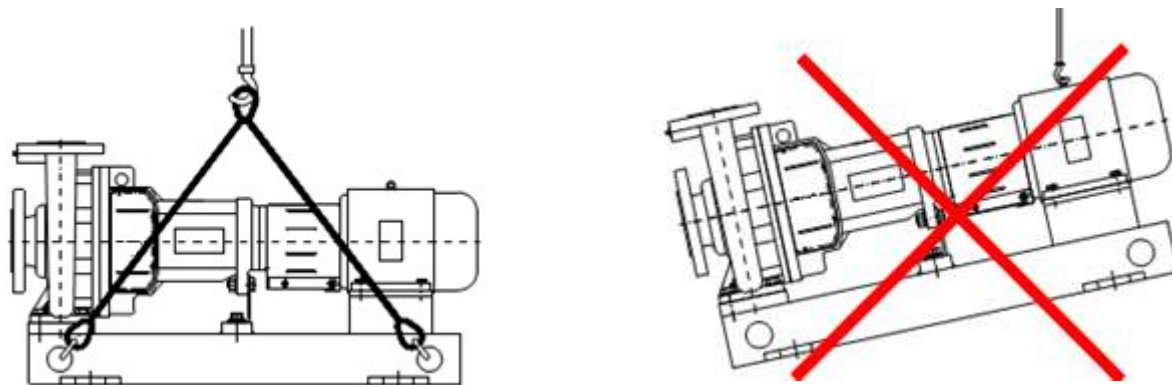

Рисунок 1 Схема строповки агрегата электронасосного серии HSC
При подъеме агрегата электронасосного серии HSC строповку производить по схеме, приведенной на рис. 1.
ЗАПРЕЩАЕТСЯ ПОДНИМАТЬ АГРЕГАТ ЭЛЕКТРОНАСОСНЫЙ СЕРИИ HSC ЗА МЕСТА, НЕ ПРЕДУСМОТРЕННЫЕ СХЕМОЙ СТРОПОВКИ (см. рис. 1)!!!
- установить агрегат насосный на заранее подготовленный фундамент (схему строповки см. рис. 1);